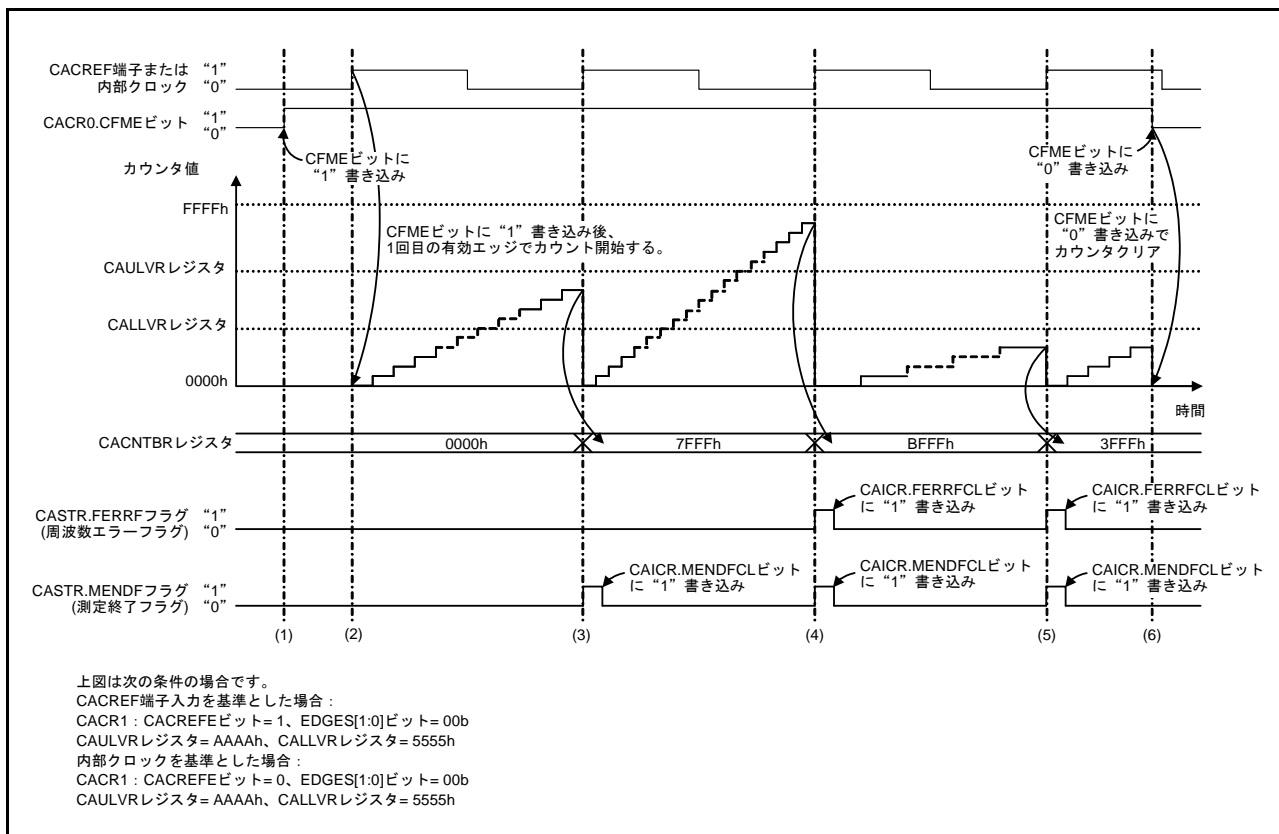

図 10.2 クロック周波数精度測定回路の動作例
クロック周波数精度測定回路は、CACREF 端子入力または内部クロックを基準にクロック周波数を測定します。図 10.2 にクロック周波数精度測定回路の動作例を示します。
- (2) CACREF 端子入力を基準とした場合は、CFME ビットに “1” を書き込み後、CACREF 端子から CACR1.EDGES[1:0] ビットで選択した有効エッジ (図 10.2 では立ち上がりエッジ (CACR1.EDGES[1:0] ビット = 00b)) が入力されるとタイマのカウンタアップが開始されます。
内部クロックを基準とした場合は、CFME ビットに “1” を書き込み後、CACR2.RSCS[2:0] ビットで選択したクロックソースを元に CACR1.EDGES[1:0] ビットで選択した有効エッジ (図 10.2 では立ち上がりエッジ (CACR1.EDGES[1:0] ビット = 00b)) が入力されるとタイマのカウンタアップが開始されます。